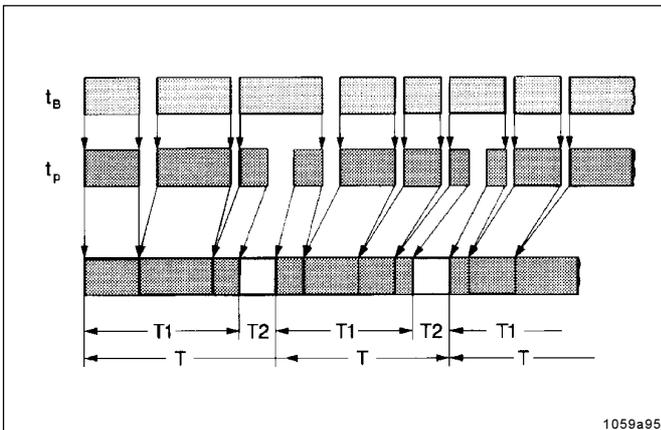
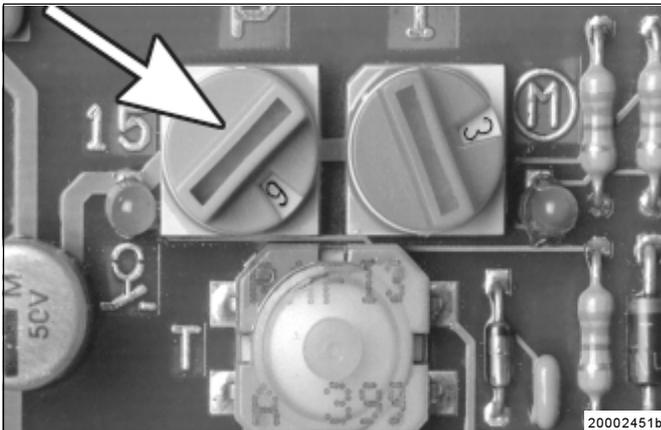

Abb. 6: - Zeitablaufdiagramm
Abb. 8: - Drehschalter, Pausenszeit
- Die Steuerplatine steuert automatisch den Ablauf von Pausen- und Arbeitszeit der Zentralschmierpumpe 203, in Abhängigkeit der Maschinen - bzw. Fahrzeug - Betriebsstunden t_B (Abb. 6).
- Ein Schmierzyklus besteht aus einer Pausen- und einer Arbeitszeit. Nach Ablauf der Pausenzeit beginnt die Arbeitszeit. Der Schmierzyklus wiederholt sich ständig, wenn die Maschine oder das Fahrzeug in Betrieb genommen worden ist, siehe Abb. 6.
- beim Ausschalten des Fahrtschalters gespeichert und aufaddiert (siehe T 1, Abb. 6). Dies geschieht solange, bis die, an dem blauen Drehschalter, siehe Abb. 8 eingestellte Zeit, erreicht ist.